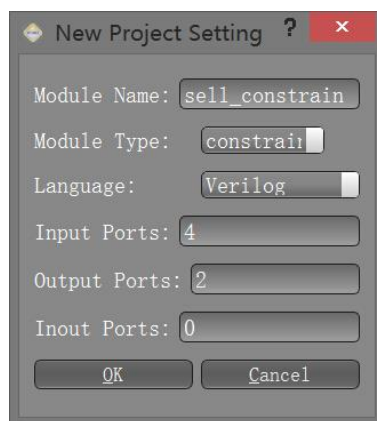

图 3-2-6 建立约束模块
(1) 新建一个模块，命名为 sell_constrain，模块类型选择为 constrain，具有 4 个输入和 2 个输出，如图 3-2-6 所示。